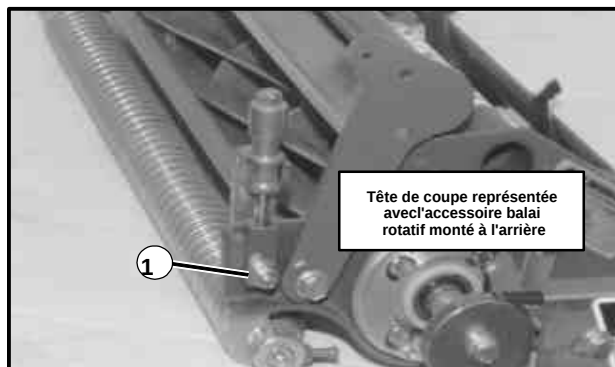

Figure 17
2. Desserrer l'écrou de verrouillage sur l'un des supports de réglage du rouleau avant juste assez pour permettre le réglage (Voir la figure 17).